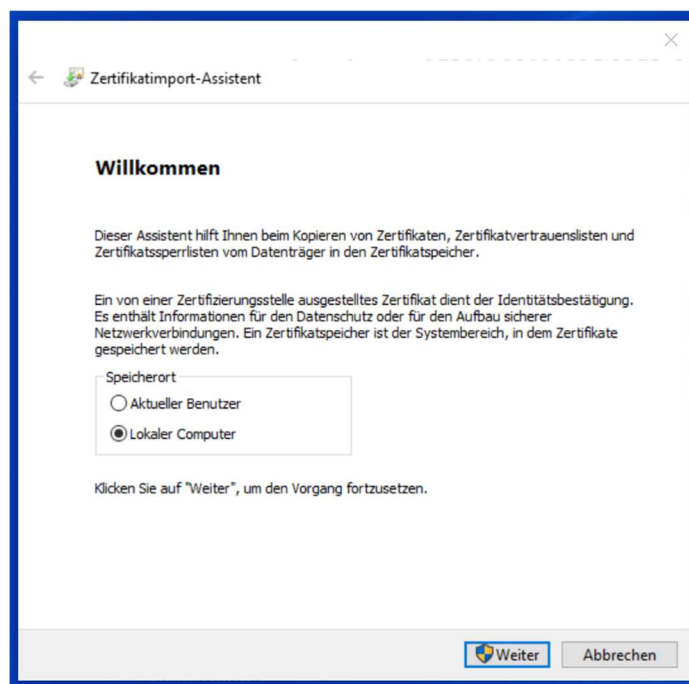

Bild 3.1: Zertifikatimport-Assistent Willkommen- Fenster [1]
- Mit *Weiter* gelangt man zum nächsten Fenster (Bild 3.1), in diesem Fenster definiert man den Pfad der zu importierenden Datei. Das ist die Datei *EPA.pfx* mit ihrem entsprechenden Pfad. Mit *Weiter* folgt das nächste Fenster.